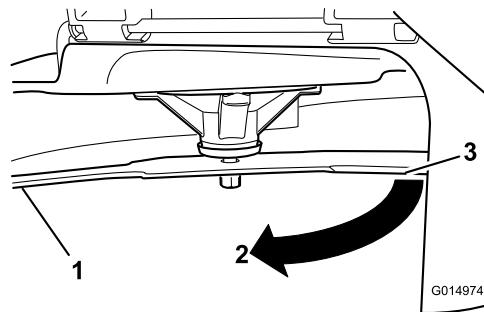

Figure 57
3. Distance mesurée entre la lame et la surface (A)
4. Tournez la même lame de 180 degrés pour amener l'autre tranchant à la même position (Figure 57).